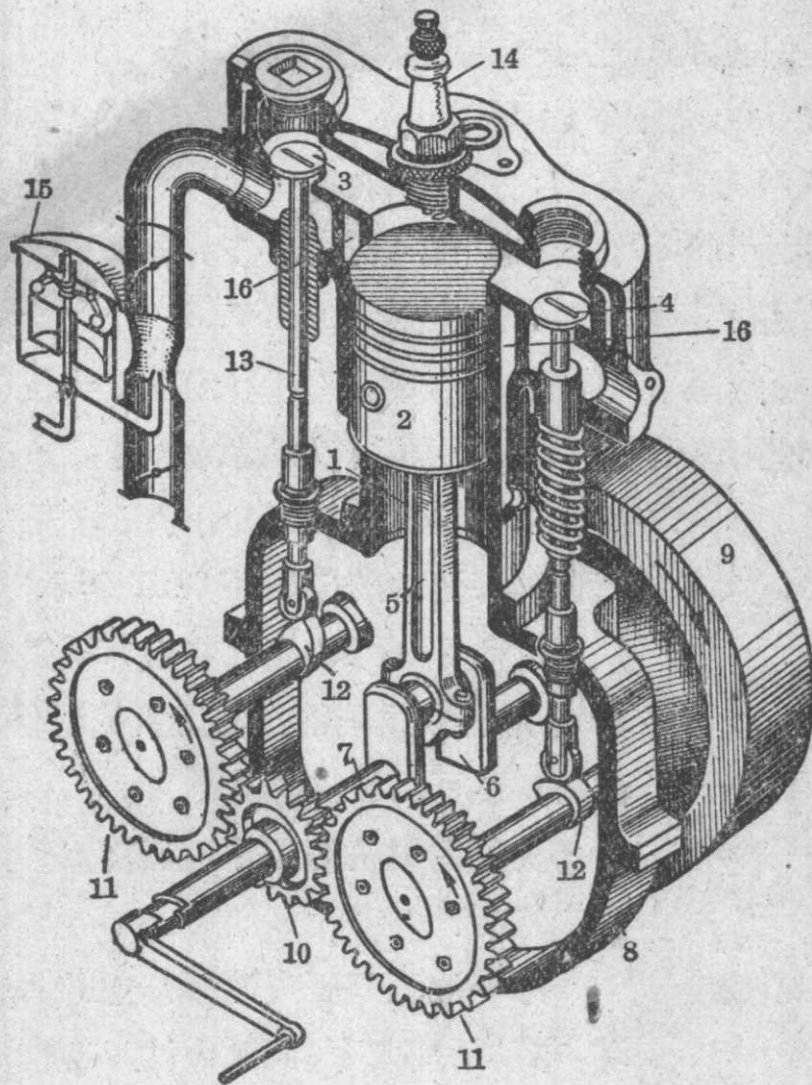

图8.25 内燃机的剖面图
1. 奥托内燃机 图8.25是一个单汽缸奥托内燃机的构造图,它的构造可以分为下面三部分来叙述。
(1) 汽缸: 汽缸是燃料燃烧膨胀做功的部分。图8.25中1